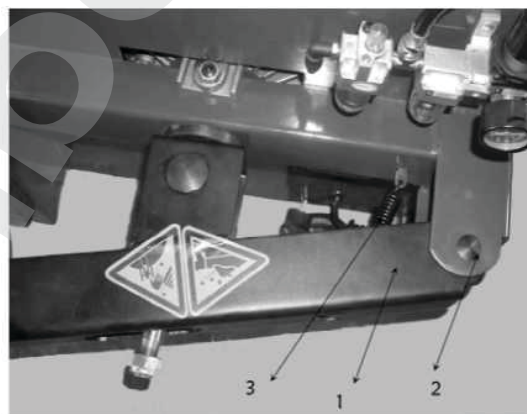

Рис. 4-12
Вставьте нож отрыва кромки шины (1) в скобу крепления, совместите отверстия и установите штифт крепления ножа отрыва (2), а затем, и стопорное кольцо на место. Установите пружину (3), как показано на рис. 4-12.